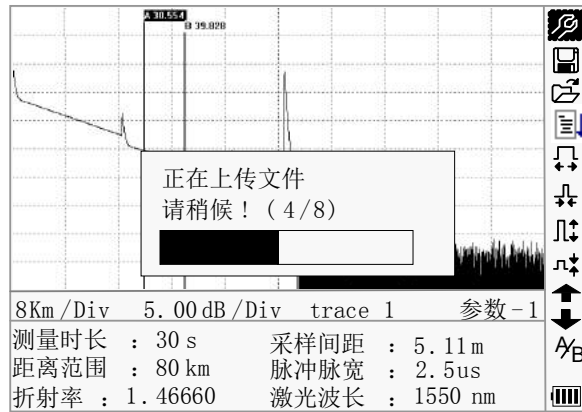

图 4-10 存储迹线上传过程
- 4 打开 palmOTDR 电源，在 PC 分析软件中点击“文件/接收数据”，出现“通信端口设置”对话框，然后通信设置为“RS232（或 USB）”，串口依据实际微机的串口进行选择，最后点击“确定”执行数据上传操作。如图 4-10 所示为存储迹线上传过程。